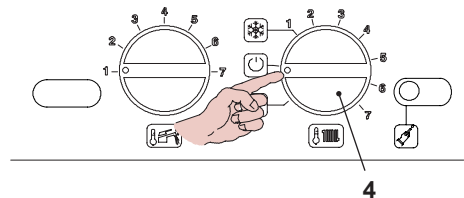

Fig. 8.13
- Per uscire dalla programmazione posizionare il selettore di funzione 4 in "U" (Fig. 8.13), oppure togliere alimentazione elettrica alla caldaia.